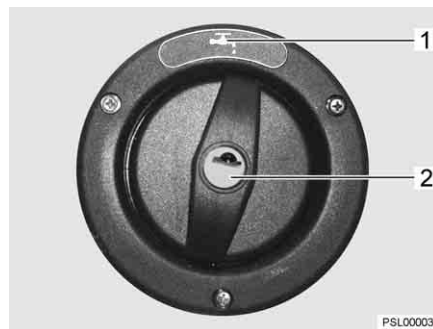

Fig. 231 Tampa de fecho do bocal de enchimento de água potável
O bocal de enchimento da água potável está marcada com o símbolo "H₂O" (Fig. 231,1). A tampa de fecho é aberta e fechada com a ajuda da chave para os fechos das portas de alçapão.
- Encaixe a chave no canhão da fechadura (Fig. 231,2), girando-a um quarto de volta no sentido contrário ao dos ponteiros do relógio.